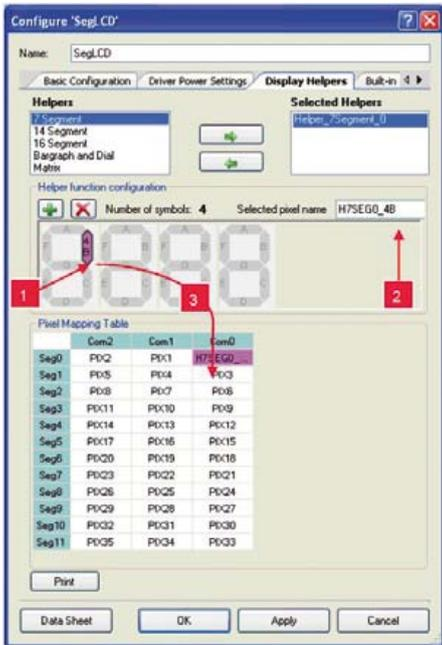

Bild 4. Hinzufügen von Digits.
Betrachtet man den inneren Aufbau in **Bild 4** und wirft einen Blick auf den Kasten mit den technischen Daten, dann wird klar, dass es sich hier um einen richtigen Monster-Controller handelt. Renesas spricht vornehm von einer „Next generation of multimedia SoCs“. Diese Chips gibt es in mehreren Varianten, darunter die Ausführung EV0-D, die in Tabelle 1 abgebildet ist. Dieses Single-Core-Derivat hat ein paar Funktionen weniger, ist aber mit nur 9 x 9 mm Kantenlänge gleich groß wie das sehr viel einfacher gestrickte IC aus Beispiel 1. Dennoch genügt ein solcher SoC, um damit einen Multimedia-Player oder E-Book-Reader zu realisieren. Man kann damit auch TV-Geräte zum Netzwerk-TV hochrüsten.
ausgewählt Feld auftaucht. Ein Klick auf „Helper_7Segment_0“ (3) und das Fenster verbreitert sich wie in **Bild 4** gezeigt.
Betätigt man dort den grünen Plus-Knopf drei Mal, ergibt sich ein vierstelliges 7-Segment-Display. Die nächsten Schritte lauten: Auswahl eines Segments, dessen Umbenennung und Einfügen in die „Pixel Mapping Table“. Der Screenshot von Bild 4 zeigt, wie das gemeint ist. Wird das Segment B des vierten LCD-Zeichens (1) angeklickt, kann man seine Bezeichnung im Feld „Selected pixel name“ ändern (2). Via „drag and drop“ schiebt man das Segment in die „Pixel Mapping Table“ (3). Die Tabelle sollte zu den Angaben im LCD-Datenblatt passen.